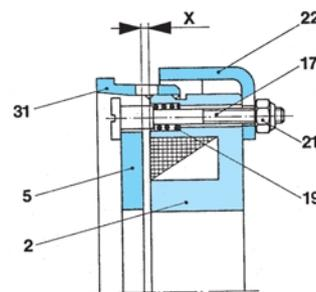

Fig. 5
La quota di regolazione (traferro tra ancora (5) e magnete (2)) è da prelevare dalla tabella 4 e fig.5.